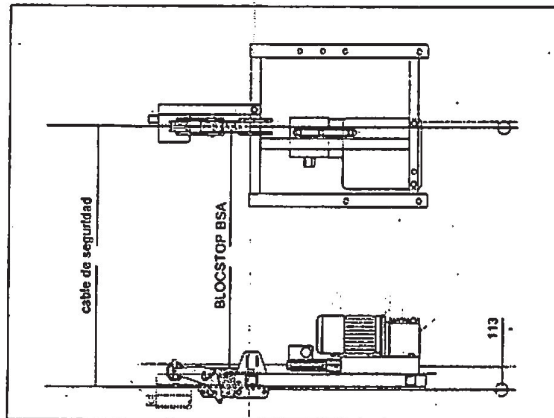
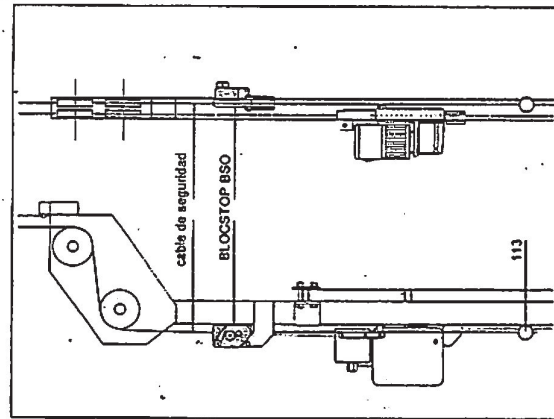

Fig. 1.22
Fig. 1.23
- a) ... en las liras extremas (Fig. 1.22)
- Antes de introducir el cable de seguridad (152) en el antecables BLOCSTOP BSA (109) verificar que no esté enrollado alrededor del cable de elevación (151).
- Colocar un contrapeso (113) en cada cable de seguridad, aproximadamente a unos 20 cm. del suelo.
- b) ... en los estribos en "C" (Fig. 1.23)
- Antes de introducir el cable de seguridad (152) en el antecables BLOCSTOP BSO (108) verificar que no esté enrollado alrededor del cable de elevación (151).